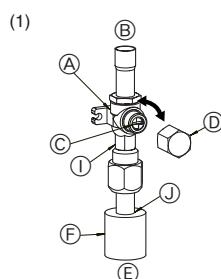
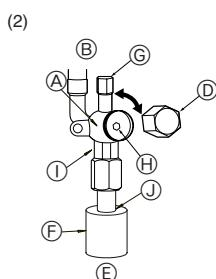

Fig. 4-5
Fig. 4-6
(1) Côté gaz de RP60-140 (Fig. 4-5)
- ① Retirer le capuchon, puis tourner le mécanisme d'un quart de tour dans le sens antihoraire à l'aide d'un tournevis plat pour ouvrir complètement la vanne.
- ② S'assurer que la vanne d'arrêt est complètement ouverte, puis replacer et serrer le capuchon dans sa position d'origine.
(2) Côté liquide de RP60-140 et côté gaz/liquide de RP35, 50 (Fig. 4-6)
- ① Retirez le bouchon, et tournez la tige de soupape à fond dans le sens antihoraire avec une clé hexagonale de 4 mm. Arrêtez de tourner quand elle frappe la retenue. (Ø6,35: env. 4,5 tours) (Ø9,52: env. 10 tours)
- ② Vérifier que la vanne d'arrêt est complètement ouverte, appuyer sur la poignée et tourner le capuchon pour la ramener sur sa position d'origine.